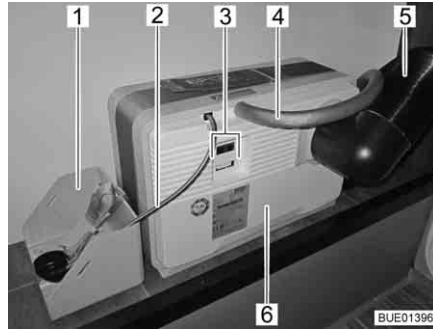
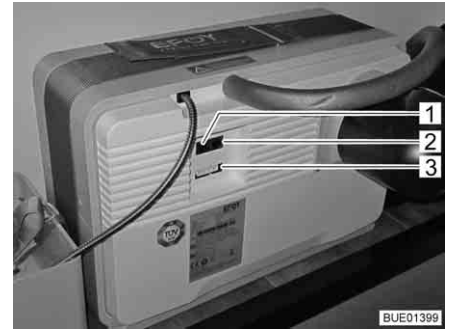
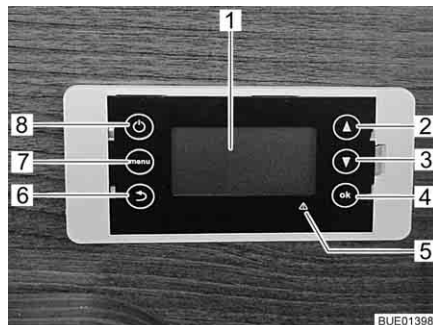

Bild 119 Bränslecell med tankpatron
Bild 120 Anslutningsfält bränslecell
Bild 121 Kontrollenhet bränslecell
Bränslecellen består av flera komponenter, som är monterade i det bakre bagageutrymmet (Bild 119), och en kontrollenhet (Bild 121) i bodelen.
På bränslecellen (Bild 119,6) finns:
- anslutningen för frånluftsslangen (Bild 119,4) resp. påfyllningsöppningen för servicevätskan
- värmeavledningsröret (Bild 119,5)
- elanslutningar (Bild 119,3) med datagränssnitt (Bild 120,2), apparatanslutning (Bild 120,3) och anslutning för kontrollpanelen (Bild 120,1)
Till bränslecellen hör en tankpatron, som kopplas till bränslecellen (Bild 119,6) via tankanslutningen (Bild 119,2).
Tankpatronen är fastsurrad i tankpatronhållaren (Bild 119,1).
Bränslecellen laddar automatiskt bodelsbatteriet när bodelsbatteriets spänning sjunker under 12,3 V och bränslecellen har aktiverats med på/av-knappen (Bild 121,8).
Displayen (Bild 121,1) på kontrollenheten har fyra rader.
Med menyknappen (Bild 121,7) kan huvudmenyn öppnas:
Vid fel lyser den röda felindikeringen (Bild 121,5) och ett meddelande visas på displayen. Meddelandet består av en felkod och anvisningar för hur felet kan åtgärdas.